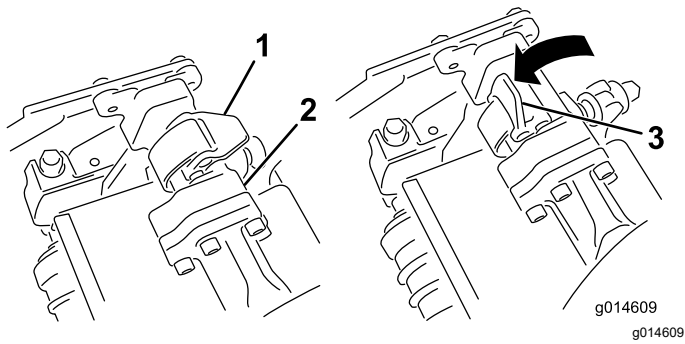

Figura 53
3. Con los enganches del brazo de suspensión orientados hacia arriba (es decir, abiertos (Figura 53)), empuje hacia abajo el brazo de suspensión de modo que la barra encaje en la barra situada en la parte superior de la unidad de corte (Figura 54).
- Presione los enganches hacia abajo alrededor de la barra de la unidad de corte y bloquéelas (Figura 53).
4. Abra los enganches de la barra del brazo de suspensión de la unidad de corte que está retirando (Figura 53).